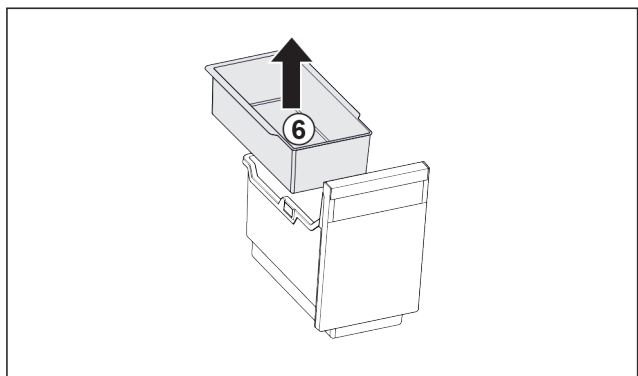

Fig. 24
- ▶ Извадете окачващата се поставка Fig. 24 (6).